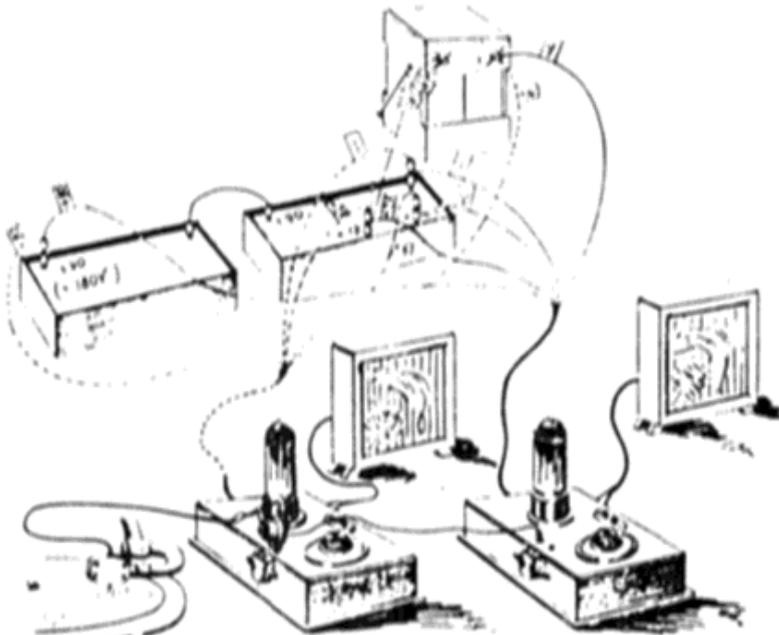

Abb. 7. Schaltung von zwei Loewe-Radio-Ortsempfängern und zwei Loewe-Radio-Conus-Lautsprechern
3. Zwei Loewe-Radio-Ortsempfänger parallel geschaltet und 2 bis 4 Lautsprecher für besonders große Lautstärken. Für die Anordnung in diesem Falle vergleiche man Abb. 7, 8, 8a, 9 u. 9a. Die vier letzten Zeichnungen veranschaulichen die Schaltung der Lautsprecher, die man parallel oder in Serie vornehmen kann. Welche Schaltung für den Einzelfall am besten anzuwenden ist, muß jedesmal durch Probieren festgestellt werden.